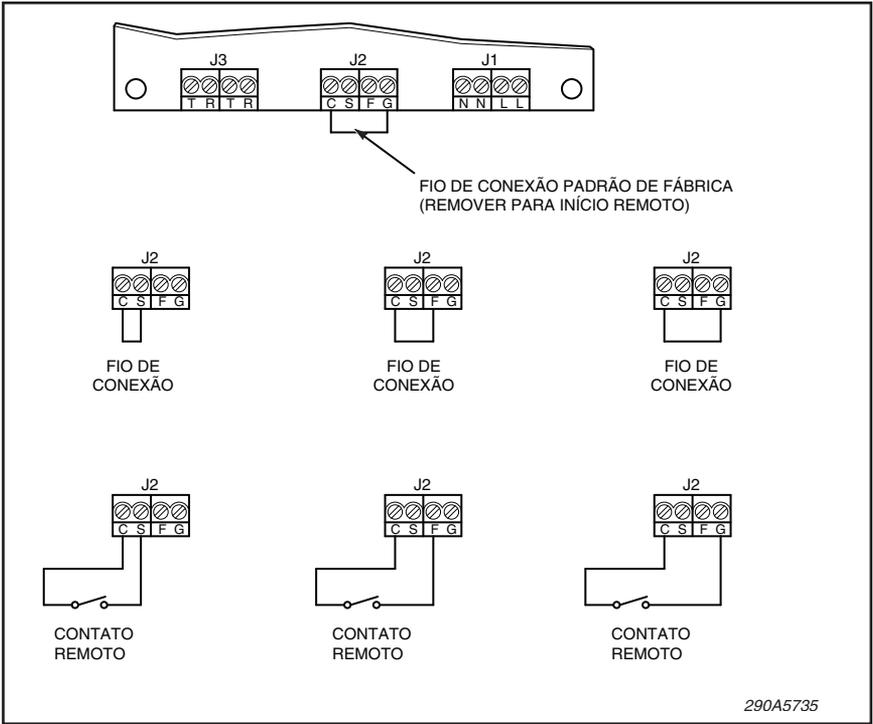

Figura 3.
b. Retire o fio conector de fábrica do bloco de terminais J2. Conecte a fiação de ativação remota ao bloco de terminais J2 como indicado na Figura 3 (Ex d) ou 4 (Ex de). A ativação remota será concluída quando for aplicado um fechamento de contato seco no bloco de terminais J2 entre o terminal C e um dos terminais S (fixo), F (flash lento) ou FF (flash rápido).
b. A unidade é configurada em fábrica para o modo de flash rápido pelo fio de conexão localizado no bloco de terminais J2. Caso deseje um modo de operação diferente, coloque uma parte do jumper na posição desejada, como mostra a Figura 3 (Ex d) ou 4 (Ex de).